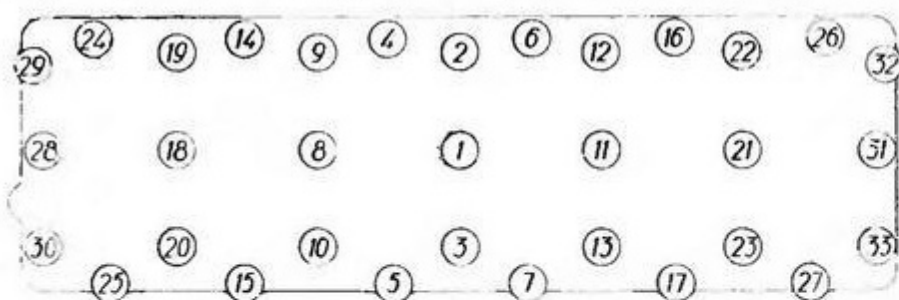

Рис. 1. Последовательность затяжки гаек головки цилиндров.
6. После 150 и 300 км пробега подтянуть гайки шпилек крепления головки блока двигателя, соблюдая порядок затяжки, указанный на рис. 1. Эту операцию надо делать специальным ключом, прилагаемым к машине, без рывков и только при холодном двигателе.